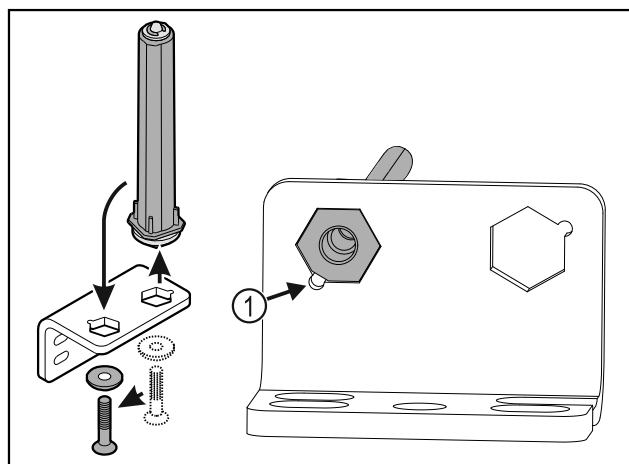

Fig. 35
- Bëni kujdes që gjatë vendosjes, e prera e kokës së bulonit Fig. 35 (1) të jetë e drejtuar nga vrima e rrumbullakët.